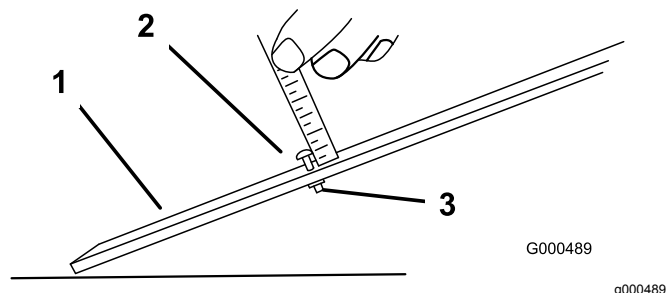

图8
1. 松开调刀尺上的螺母并将调节螺栓设定为所需的剪草高度 图8。